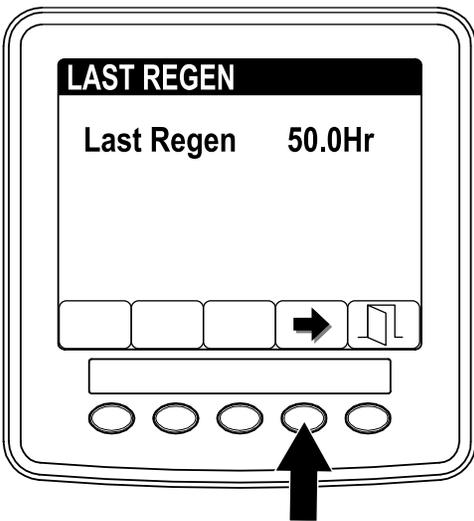

Figura 6
- Utilizzate il campo LAST REGEN (Figura 6) per sapere per quante ore è stato in funzione il motore dall'ultima rigenerazione di ripristino, parcheggiata o di recupero.